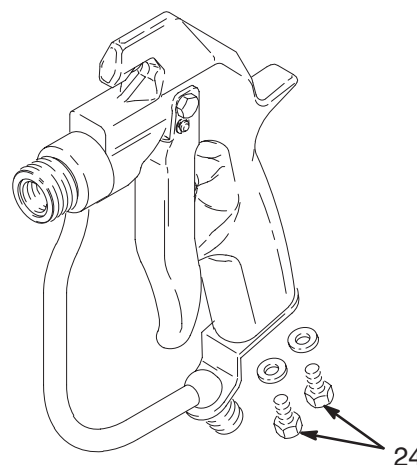

Fig. 9
5. Fjern skruerne (24). Se Fig. 9.